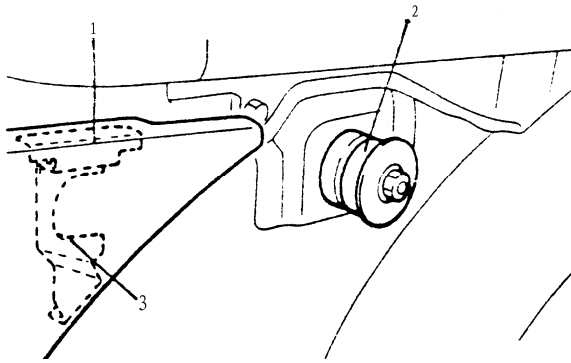

图 12-47 安装前保险杠
(1) 安装垫圈总成/前保险杠总成时，将垫圈总成预装在孔内。如图 12-47 所示，将保险杠两端内侧缺口嵌入垫圈总成。将垫圈总成确实锁紧。